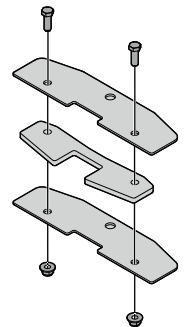

Figure 29
1. Mettez la plaquette centrale du dispositif entre les deux grandes plaques, comme illustré à la Figure 29. Enfiler un boulon dans chacun des trous latéraux, et vissez un écrou sur chaque.